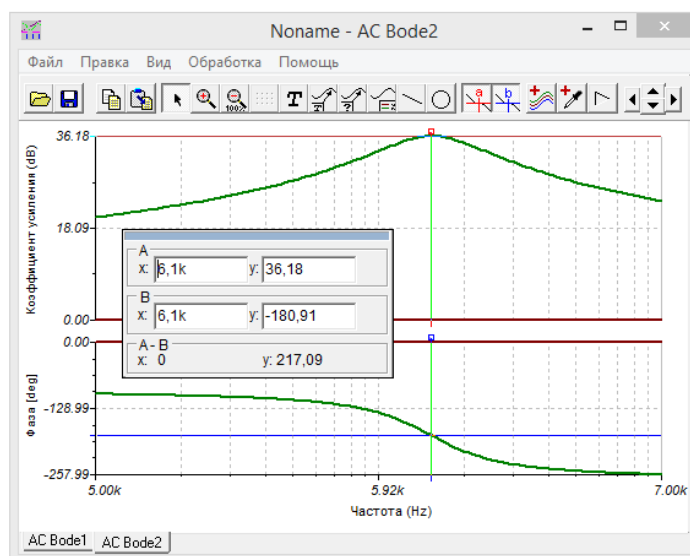

Рисунок 5.14 – Определение резонансной частоты
10. Более точно определим резонансную частоту. Для этого пределы установим от 5 до 7 кГц и выберем линейную шкалу. По графику АЧХ (рисунок 5.14) видно, что резонанс наступает на частоте 6,1 кГц. Линейное усиление составляет на резонансе примерно 37. Сдвиг фаз выходного сигнала относительно входного сигнала равен 180° .